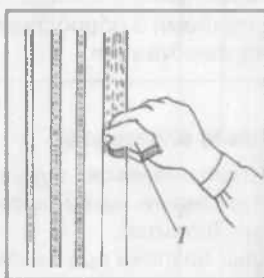

Рис. 8. Шпаклювання профільних поверхонь:
2. Шпаклювання профільних поверхонь виконують вузьким шпателем і гумовими пластинками, різними завширшки (рис. 8).